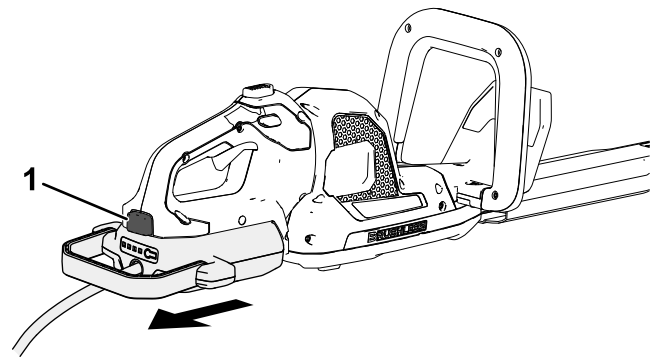

Figura 6
1. Pulse el botón de cierre en la herramienta y retire el conector de la batería de la herramienta (Figura 6).